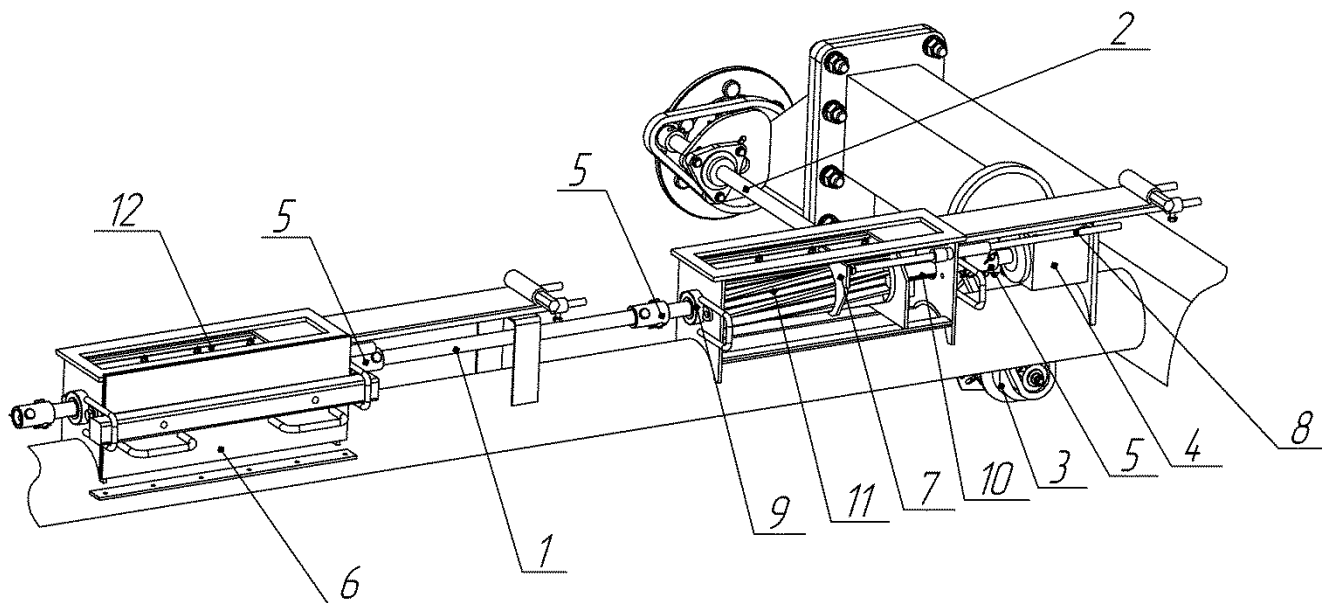
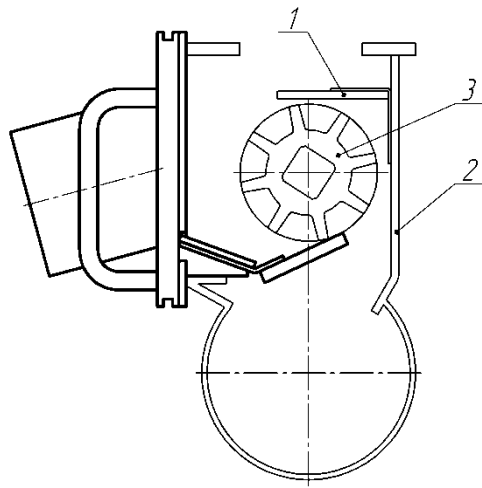
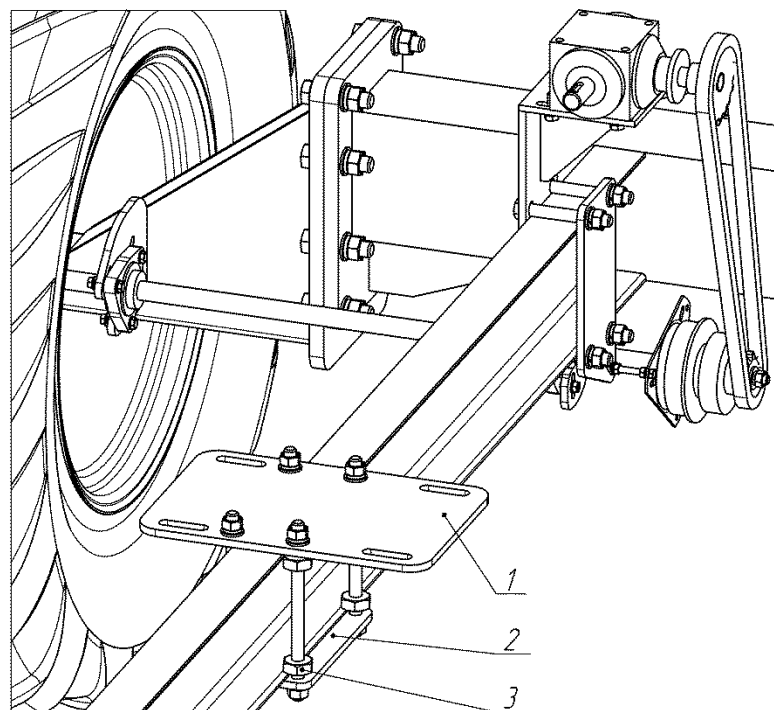
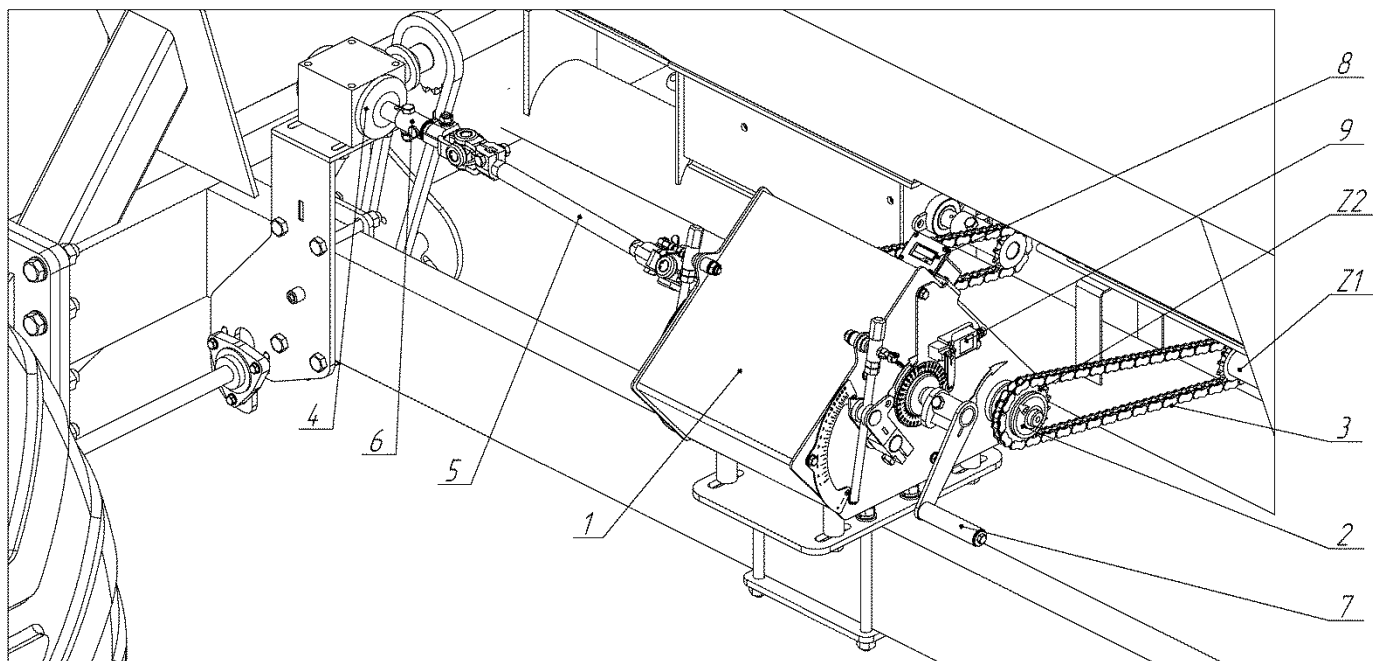

Рис.1 Демонтируемое оборудование стандартного посевного комплекса
Рис.2 Установка верхнего клапана
Рис.11 Установка плиты крепления вариатора
Рис.12 Установка вариатора DUPLEX GEARBOX-01
- при наличии резьбовых кронштейнов крепления крышки поз.2 рис.2, прогнать резьбу метчиком М10; следует иметь в виду, что в связи с различными модификациями конструкций кронштейнов крепления крышки, резьба может быть, как с крупным шагом М10х1,5, так и с мелким - М10х1,25.
4.3. На верхних клапанах поз.12 рис.1 заменить старые уплотнители на новые, таким образом, чтобы уплотнитель, при установке верхнего клапана, точно соответствовал ширине рабочей части высевающего аппарата и плотно прилегал к задней стенке высевающего аппарата поз.2 рис.2.
4.6.В высевающие аппараты с помощью четырехгранных валов поз.10 рис.1 установить, в соответствие с рисунком 5, поставляемые катушки.
4.13. На раму бункера, посередине между высевающими аппаратами, с помощью шпилек М16 установить плиты поз.1, 2 рис.11, при этом на внутренние шпильки М16 предварительно установить упорные гайки поз.4 для распора полок швеллера рамы бункера.
4.14. На верхнюю плиту поз.1 рис.11 болтами М16 закрепить вариатор DUPLEX GEARBOX-01 поз.1 рис.12. Звездочки Z2 с муфтами ограничения крутящего момента поз.2 соединяются со звездочками высевающих аппаратов Z1 цепью поз.3. С помощью пазов в верхней плите кронштейна поз.1 рис.11 выставить вариатор поз.1 рис.12, натянув тем самым цепи привода высевающих аппаратов. С правой стороны вариатора установить рукоятку поз.7 и кронштейн с закрепленным на нем счетчиком оборотов поз.8 и концевым выключателем поз.9, так как показано на рисунке12.
4.15. Для передачи крутящего момента от углового редуктора поз.4 рис.12 к вариатору поз.1 используется карданный вал поз.5, который соединяется с выходными валами посредством ранее демонтированных с посевного комплекса соединительных втулок поз.5 рис.1.
- снять цепь поз.3 рис.12 привода высевающих аппаратов;
- установить цепь поз.3 рис.12 привода высевающих аппаратов;